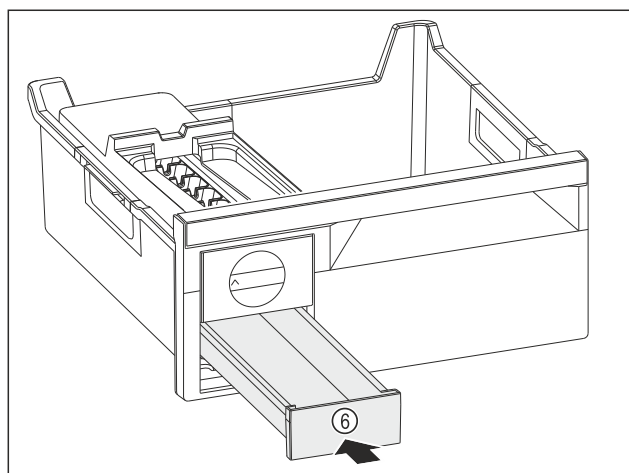

Fig. 122
- ▶ Zásuvku na kostky ledu Fig. 122 (6) zasuňte.